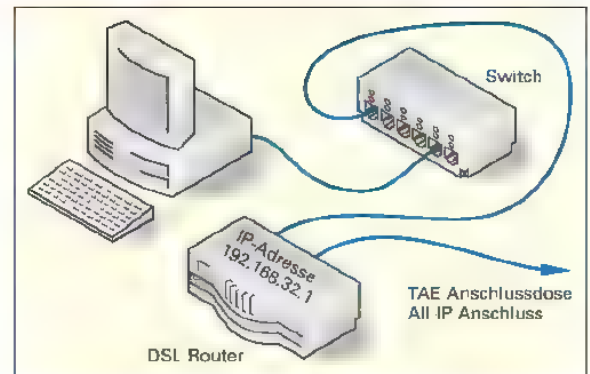
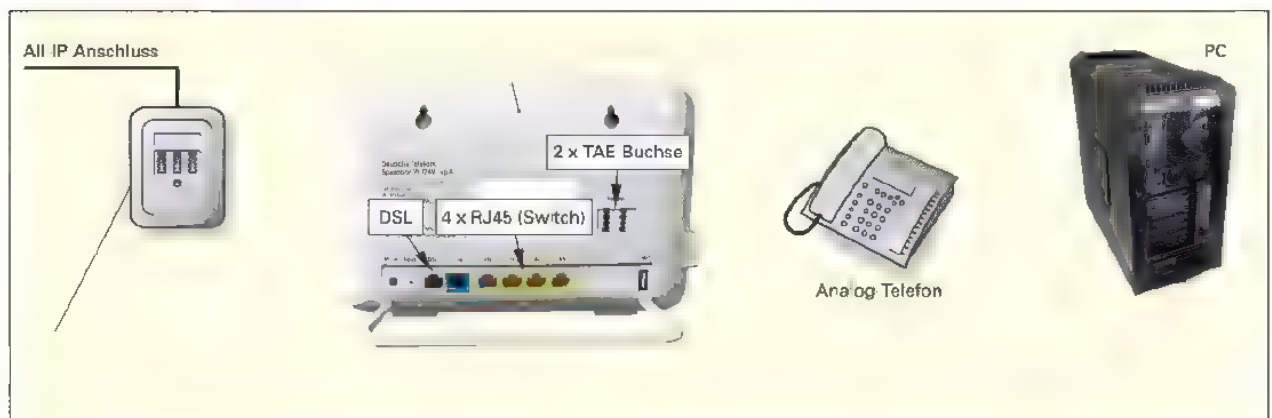

Bild 1: Internetrouter im lokalen Netzwerk (LAN)
Bild 2: Internetzugang über All-IP-Anschluss
- Es soll für ein lokales Netzwerk (Bild 1) ein Internetzugang über einen DSL All IP Anschluss hergestellt werden. Ergänzen Sie die folgende Darstellung (Bild 2) mit den benötigten Leitungen. Beschriften Sie die Komponenten und zeichnen Sie die notwendigen Verbindungen ein.
- Wenn der PC mit der IP-Adresse 192.168.32.20 bei einer Internetverbindung den Weg über den Router finden soll, muss eine zusätzliche Eingabe bei den TCP/IP-Einstellungen durchgeführt werden. Damit der Rechner weiß, an wen er ein Paket senden muss, wenn sich die Gegenstelle nicht im eigenen LAN befindet, gibt es die Einstellungsmöglichkeit „Gateway“. Alle Zieladressen, die nicht im eigenen LAN liegen, werden an den Gateway gegeben. Der Gateway wird im Beispiel (Bild 1) durch den DSL-Router verwirklicht. Ergänzen Sie die fehlenden Einträge in der Bildschirmmaske (Bild 3) um den Zugang über den Router zu erlangen.